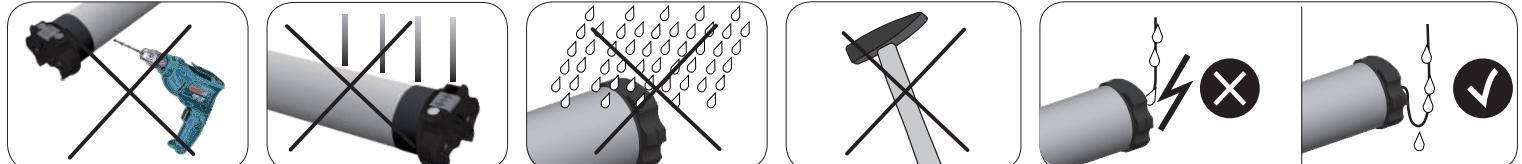

Fig. 1
▶ INSTALLAZIONE (Fig. 1)
► INSTALLATION (Fig. 1)